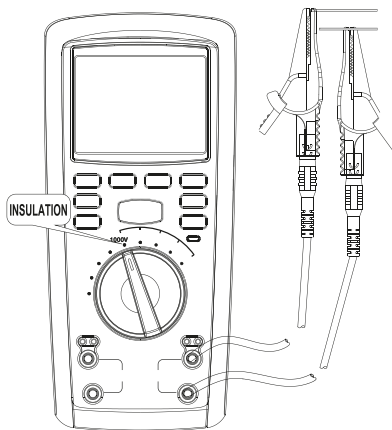

Рис. 6 Измерение сопротивления изоляции
8.4 Измерение сопротивления изоляции (см. рис. 6)